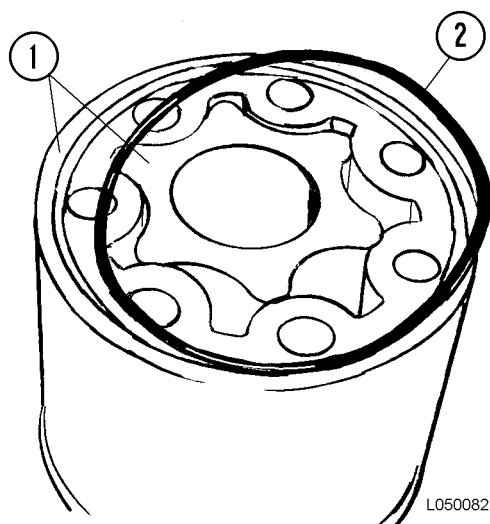

FIGURA 5-5. DESMONTAJE DE LA CUBIERTA DEL EXTREMO
4. Retire la cubierta del extremo (4) y el O-ring (2, Figura 5-5).